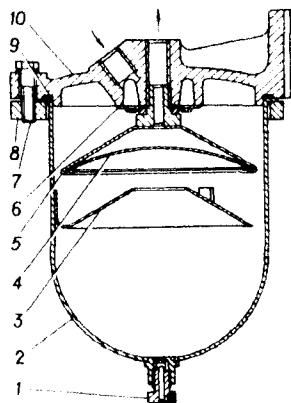

Рис. 7.3. Фильтр грубой очистки топлива:
**Уход за фильтром грубой очистки топлива** состоит в периодическом сливе отстоя через сливную пробку 1 (рис. 7.3), очистке от грязи и отложений стакана 2 фильтра, а также в промывке дизельным топливом и продувке сжатым воздухом стакана фильтра, сетки 4 фильтрующего элемента и деталей фильтра.